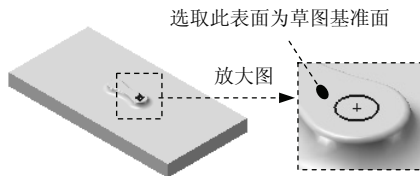

图 4.4.17 草图 3
- (1) 选择命令。选择下拉菜单 **插入(I)** → **草图绘制** 命令。
- (2) 定义草图基准面。选取图 4.4.17 所示的模型表面为草图基准面。
- (2) 定义草图基准面。选取图 4.4.17 所示的模型表面作为草图基准面。